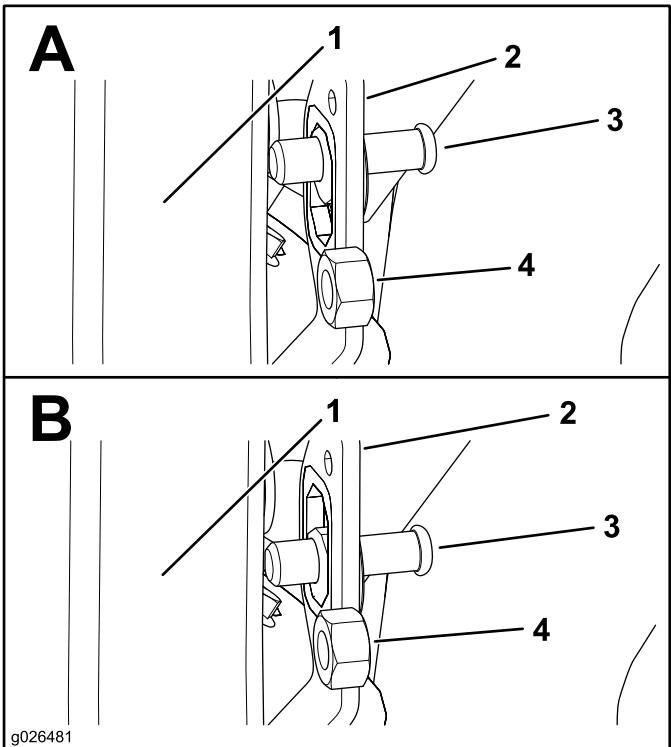

Figura 8
- Centre o pino do trinco no suporte de montagem do pino do trinco na calha (Figura 8).
| 4. Aperte a porca hexagonal (7/16 pol.) assim que o pino do trinco alcançar 1,9 a 2,2 cm como se mostra na Figura 8. | |